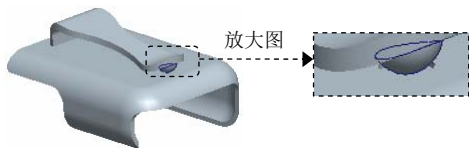
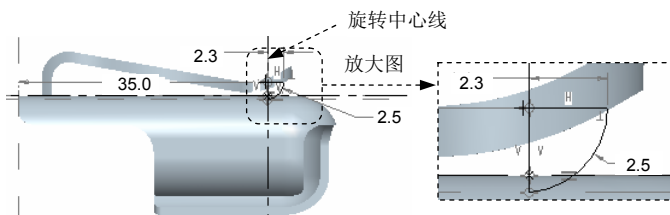

图 5.38.30 实体旋转特征 1
图 5.38.31 截面草图
Step16. 创建图 5.38.30 所示的实体旋转特征 1。单击功能选项卡“形状”区域中的按钮；选取 RIGHT 基准平面为草绘平面，采用模型中默认的参考和方向；绘制图 5.38.31 所示的截面草图；旋转角度类型为（即草绘平面以指定的角度值旋转），角度值为 360.0。